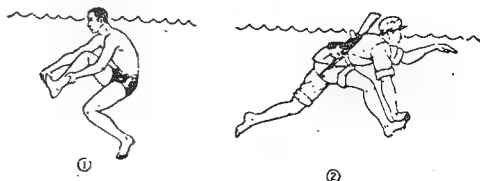

图 9
1. 小腿抽筋时，应把小腿屈向胸前，一手用力拉住脚趾，使脚尖勾起，另一手捏揉抽筋处（图9①）；脚趾抽筋时，一手划水，另一手将抽筋脚趾用力上下拧动（图9②）。抽筋消失后，应减慢速度或